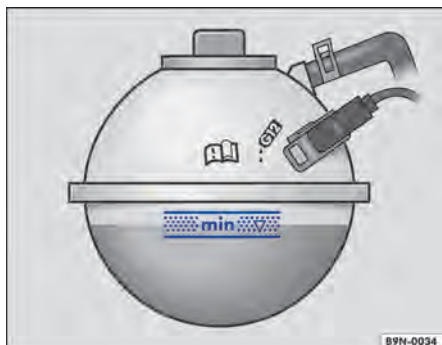

Fig. 204 No compartimento do motor: marcação no reservatório do líquido de arrefecimento do motor.
- Com o motor frio, verificar o nível do líquido de arrefecimento do motor pela marca lateral do reservatório de expansão do líquido de arrefecimento do motor ⇒ Fig. 204.
- Reabastecer somente com líquido de arrefecimento do motor **novo** e de acordo com a especificação da Volkswagen ⇒ Página 327 ⇒ ①.
- O nível do líquido de arrefecimento do motor deve permanecer dentro da marcação do reservatório ⇒ Fig. 204. **Não completar acima da borda superior da área demarcada** ⇒ ①!
- Se em caso de emergência não houver à disposição líquido de arrefecimento do motor dentro da especificação exigida ⇒ Página 327, não utilizar nenhum outro aditivo do líquido de arrefecimento do motor! Em vez disso, completar a seguir somente com **água destilada** ⇒ ①. Depois disso, a mistura com a proporção correta de aditivo do líquido de arrefecimento do motor ⇒ Página 327 deve ser restabelecida o mais rápido possível.
- Abastecer com líquido de arrefecimento do motor somente até a borda superior da faixa marcada ⇒ Fig. 204. Caso contrário, ao aquecer-se, o líquido excedente será expulso do sistema de arrefecimento do motor e poderá ocasionar danos.